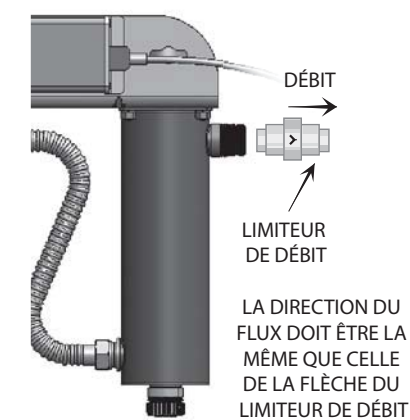

Figure 4 Limiteur de débit
- Fixer le système au mur avec les tire-fonds appropriés (non fournis) via les deux trous de fixation situés sur le support métallique. L'utilisation d'un dispositif de limiteur de débit est recommandé lors de l'installatin de votre système afin de maintenir le débit nominal du fabricant. Le limiteur de débit doit être installer sur l'orifice de sortie, il est conçu pour être installé sans une seule direction. Assurez-vous que l'écoulement de l'eau correspond à la direction de l'écoulement comme indiqué sur le limiteur de débit. Consultez la Figure 4.